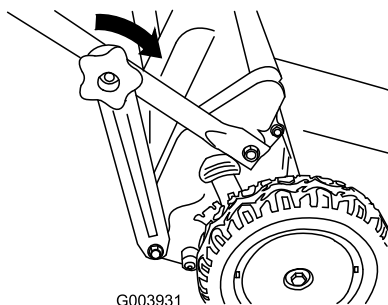

Bild 17
3. Setzen Sie die Handräder des unteren Griffs ein und ziehen Sie die Handräder so fest wie möglich (Bild 17).